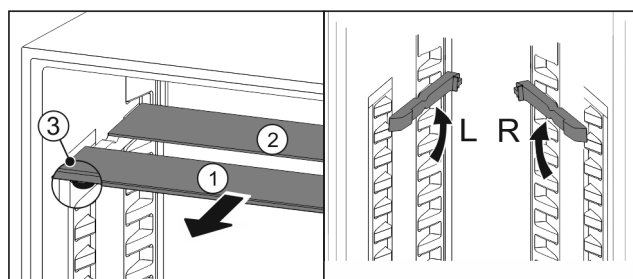

Fig. 70
- ▶ Wyciągnąć Fig. 70 (1) pojedynczo półki szklane do przodu.
- ▷ Płyta szklana Fig. 70 (1) z listwą ozdobną znajduje się z przodu.
- ▷ Stopery Fig. 70 (3) wskazują w dół.